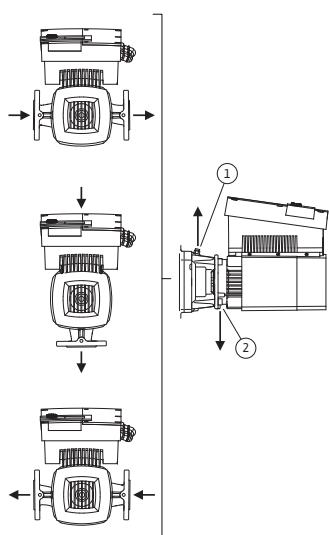

Fig. 23: Tillåtna monteringslägen med horisontell motoraxel
De tillåtna monteringslägena med horisontell motoraxel och elektronikmodul uppåt ( $0^\circ$ ) visas i fig. 23. De tillåtna monteringslägena med sidmonterad elektronikmodul ( $+/-90^\circ$ ) syns ej på bild. Alla monteringslägen utom "elektronikmodul nedåt" ( $-180^\circ$ ) är tillåtna. Avluftring av pumpen garanteras endast om avlufningsventilen pekar uppåt (fig. 23, pos. 1).
Endast i denna position ( $0^\circ$ ) kan det kondensat som bildas föras bort via tillgängligt hål, pumplanterna och motor (fig. 23, pos. 2).